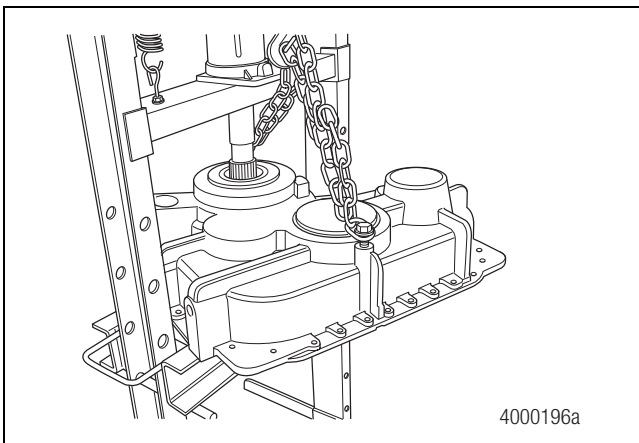

Figure 4.22
1. Placer le carter arrière et l'arbre de sortie arrière dans une presse appropriée. Figure 4.22.
2. Chasser l'arbre de sortie arrière du carter arrière de la boîte de transfert. Figure 4.22.